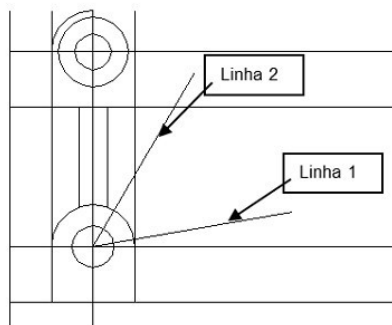

Figura 3 - **TRIM** e **ERASE** para apagar as linhas em excesso.
25. Mude para o **layer construção**. Desenhe duas linhas de construção de tamanho 72.5 por meio de coordenadas polares. A primeira linha tem como pontos, o centro do furo de diâmetro 15 e, como segundo ponto a coordenada relativa ao primeiro ponto  $@72.5<10$ . A segunda linha tem como pontos, o centro do furo de diâmetro 15 e, como segundo ponto a coordenada relativa ao primeiro ponto  $@72.5<60$  (figura 3).